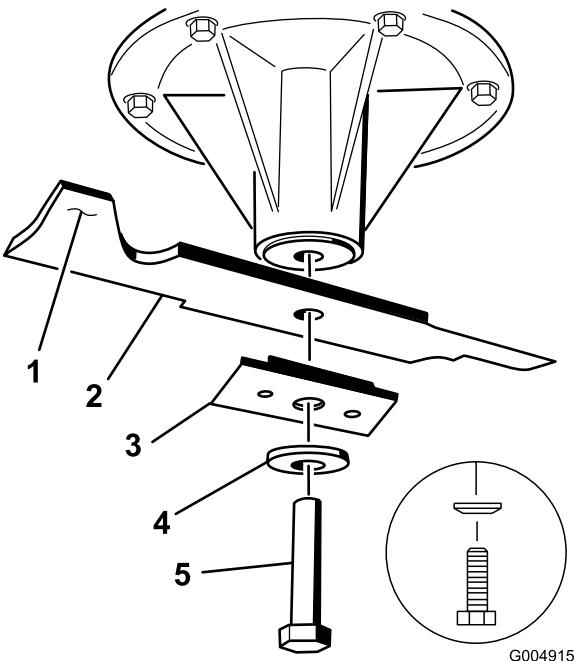

Figura 59
3. En las carcchas de corte de 36 y 52 pulgadas, retire del eje el perno de la cuchilla, la arandela curva, el refuerzo y la cuchilla (Figura 59).
3. En las carcchas de corte de 36 y 52 pulgadas, instale la cuchilla, el refuerzo, la arandela curva y el perno de la cuchilla (Figura 59).